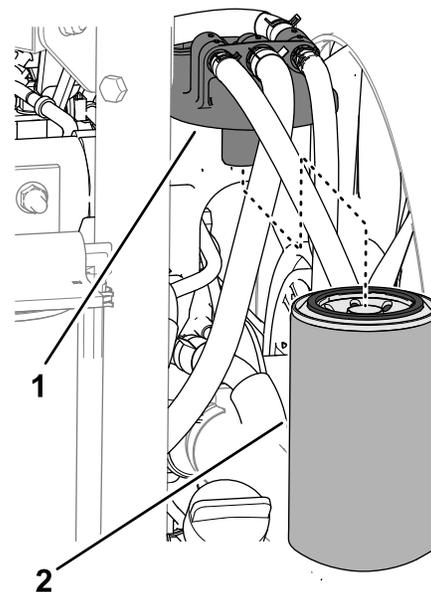

図 121
2. 燃料フィルタのヘッドの周囲をきれいに拭く **図 121**。
3. フィルタを外してフィルタヘッドの取り付け部をきれいに拭く **図 121**。